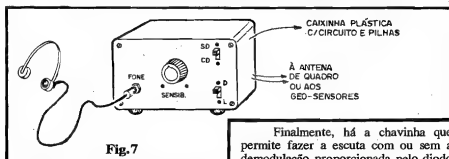

Fig. 7
- FIG. 7 - A CAIXA DO EXMBF - O diagrama sugere um dos possíveis acabamentos externos para o projeto, embutido numa caixinha